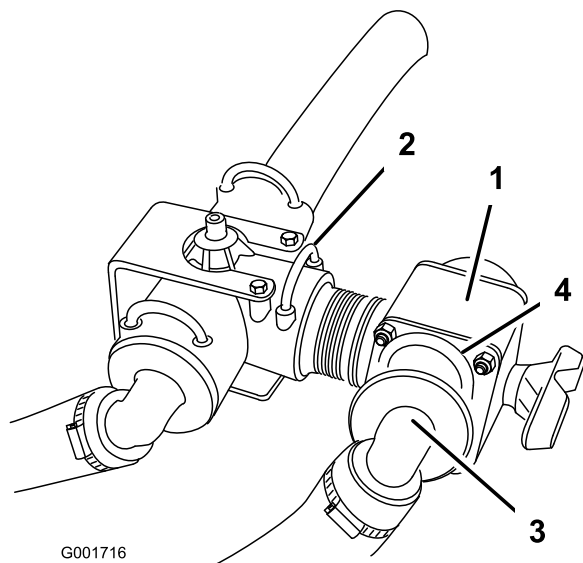

図 9
4. 新しい制御バルブを、送液 T 字フィッティングの後ろ向きのポートに取り付け、新しいリテーナ・フォークで固定する（図 9）。
6. ブーム送液ホースを制御バルブのポートに接続し、先ほど取り外したリテーナで固定する（図 9）。